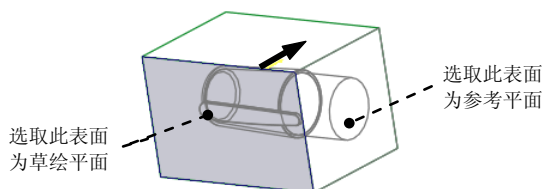

图 7.33 定义草绘平面
(1) 定义草绘截面放置属性。在图形区右击，从系统弹出的快捷菜单中选择 **定义内部草绘...** 命令；在系统 选择一个平面或曲面以定义草绘平面。 的提示下，选取图 7.33 所示的坯料表面为草绘平
面,接受默认的箭头方向为草绘视图方向,然后选取图 7.33 所示的坯料侧面为参考平面,方向为 **右**。单击 **草绘** 按钮,进入草绘环境。